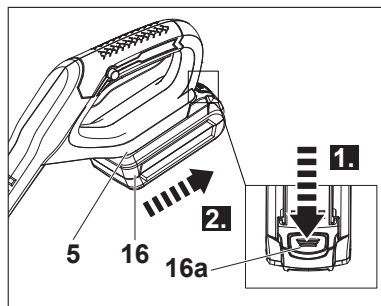

Fig. 5
- Pressione o botão de libertação (16a) e remova o conjunto de baterias (16) da porta de acoplamento da bateria (5) (Fig. 5).